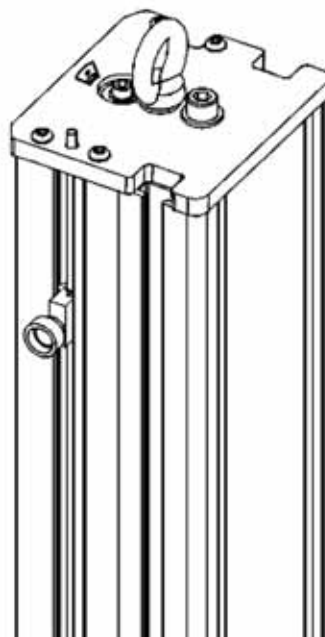

図 10. フレーム持ち上げ用のアイボルト
7. クレーンのフックをフレーム コラム 60 ページの図 10 上部のアイボルトに差し込みます。
一部のシステムでは、発送前にアイボルトが外されています。試験機にアイボルトがない場合は、封印されていない箱の内部の包装材料に包装されています。通常は、システムのドキュメントを含む箱です。アイボルトを、60 ページの図 10 に示されているように、フレームコラムの上端にねじ込んでください。